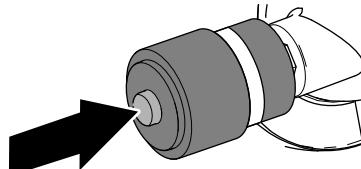

Рисунок 116
- Если на индикаторе обслуживания отображается красная полоса, нажмите кнопку сброса на конце индикатора (Рисунок 116).